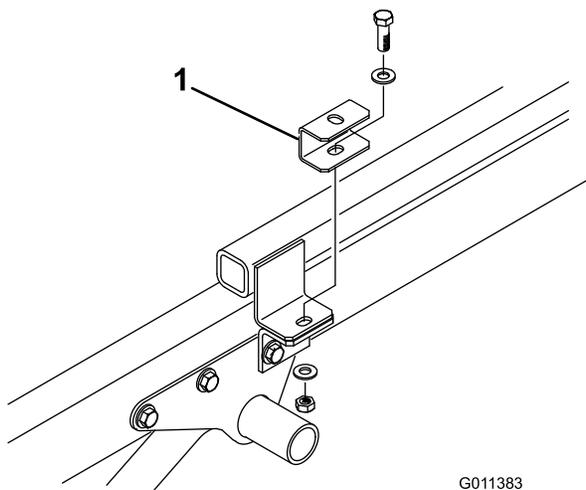

図 7
4. 各ヒッチフレームのタブに、スペーサを取り付けて固定する；先ほど取り外したキャップスクリュ（2本）、平ワッシャ、ロックナットを使用する（図 7）。
5. 車両フレームの上にトップドレッサを載せる：後取り付けブラケットの穴を左右のフレームについている穴に合わせて降ろす（図7）。